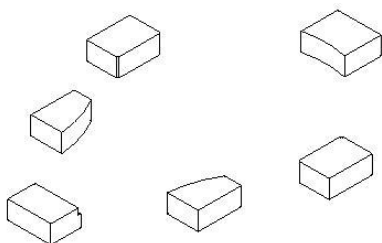

图7-48
7. 选择上一步绘制的草图轮廓，在【成形特征】工具条中单击【拉伸】 按钮，弹出【拉伸】对话框。在【结束】输入框中输入“-15”，然后单击 **确定** 按钮创建拉伸特征，如图 7-48 所示。